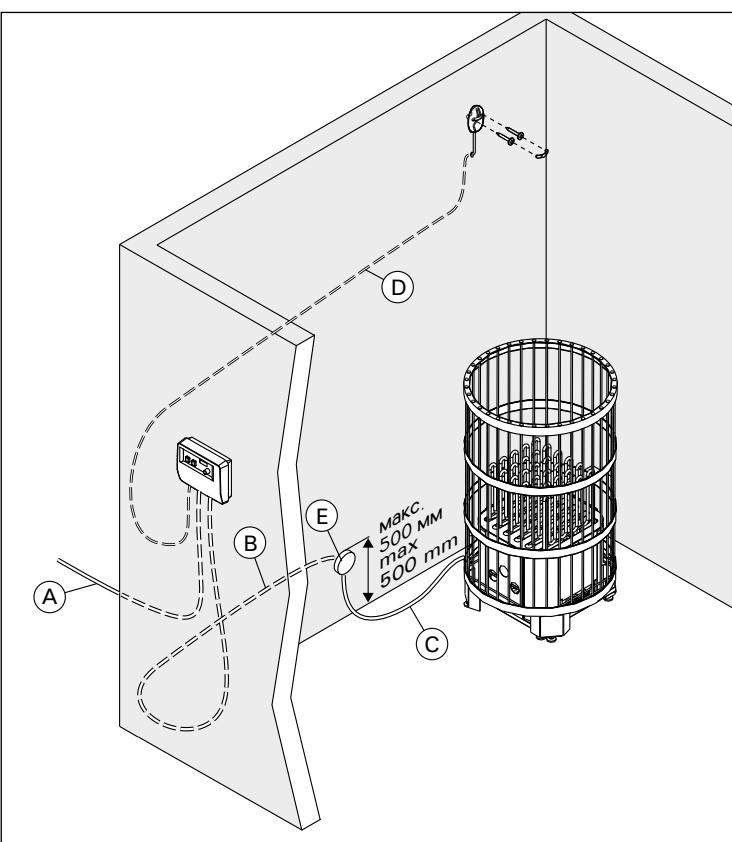

Рис. 4. Кабели
- Каменка гибким проводом подсоединяется к соединительной коробке (рис. 4: E) в стене сауны. Соединительная коробка должна быть брызгозащищенной и находиться на расстоянии не более 500 мм от пола.
- В качестве кабеля (рис. 4: C) следует использовать резиновый кабель типа HO7RN-F или подобный.